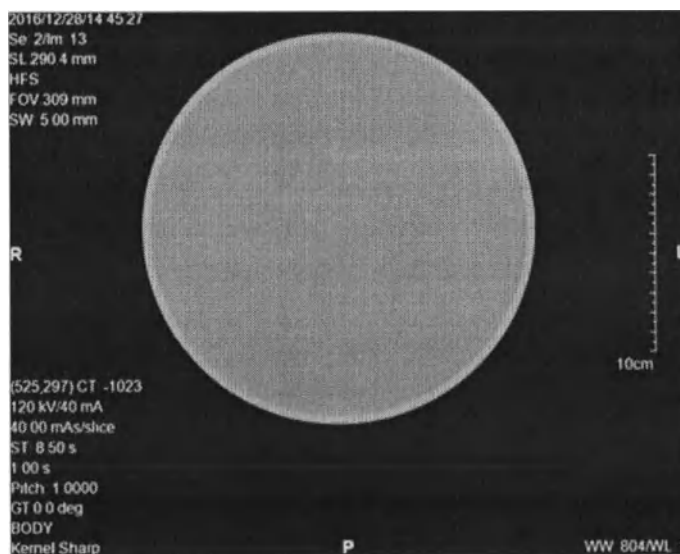

Рисунок 50 Полученное изображение среза при сканировании без введения контрастного вещества
9. После завершения экспозиции, в поле отображения (см. рис. 40) появится полученное изображение (см. рис. 50).